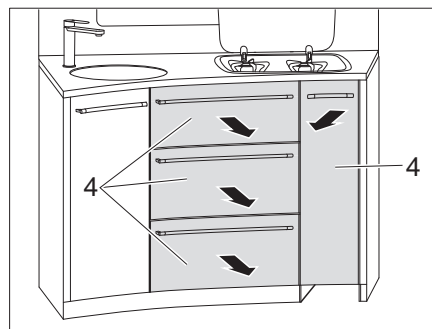

Bild 88 Küchenschubladen herausnehmen
- Küchenschubladen (Bild 88,4) herausnehmen.